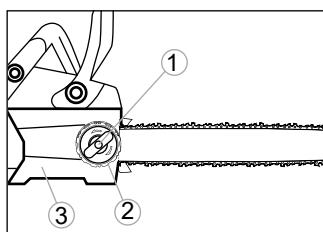

Рис. 4
- Открутите полностью рукоятку фиксации шины 1 (рис. 4) против часовой стрелки.
- Снимите боковую крышку 3 (рис. 4).
6. Установите боковую крышку 3 (рис. 4), накрутите рукоятку фиксации шины 1 (рис. 4), не затягивая ее, затем с помощью устройства для натяжения цепи 2 (рис. 4) натяните цепь, после зафиксируйте до упора рукоятку фиксации шины 1 (рис. 4).
1. Поверните фиксирующую рукоятку 1 (рис. 4) против часовой стрелки, ослабляя соединение.
2. Для натяжения цепи поверните кольцо натяжения 2 (рис. 4) по часовой стрелке. Чтобы уменьшить натяжение цепи, поверните кольцо 2 (рис. 4) против часовой стрелки.
3. После регулировки цепи закрутите фиксирующую рукоятку 1 (рис. 4) по часовой стрелке. Убедитесь в надежности соединения.